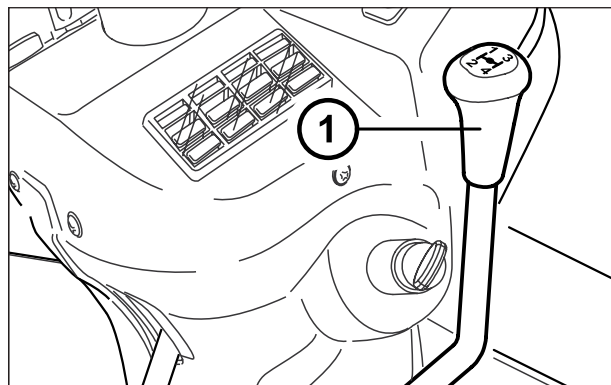

Fig. 80 - Palanca selección gamas
- 1- Palanca selección gamas (1 Fig. 80)